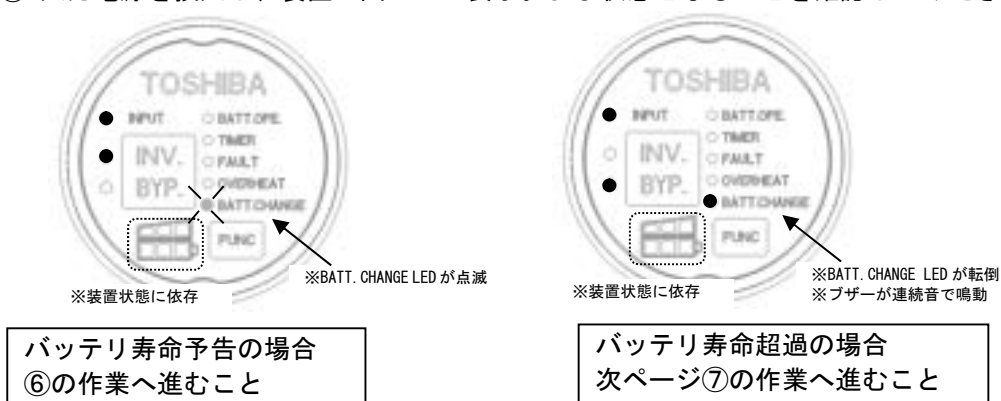

図18
- ⑤ 入力電源を投入し、装置が図18の表示および状態となることを確認してください。